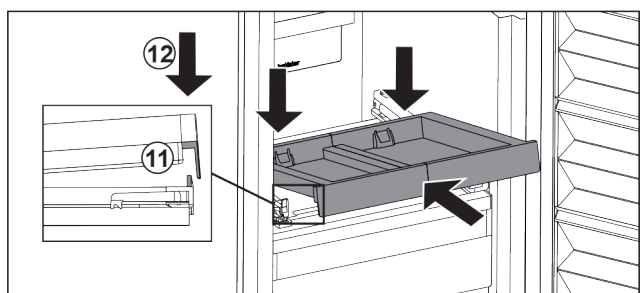

Fig. 103
- ▶ Schuin erin schuiven. Zorg ervoor dat de aanslag aan beide zijden achter de lip is. Fig. 103 (11)
- ▶ Uitschuifpateau aan voorzijde neerzetten. Fig. 103 (12)